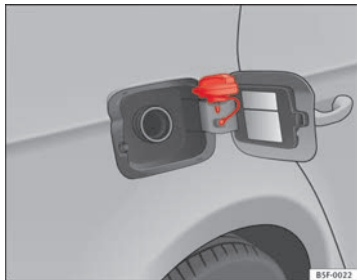

Fig. 151 Tampa do depósito com o tampão encaixado
- Coloque o tampão no encaixe que existe na dobradiça da tampa aberta do depósito ⇒ Fig. 151.